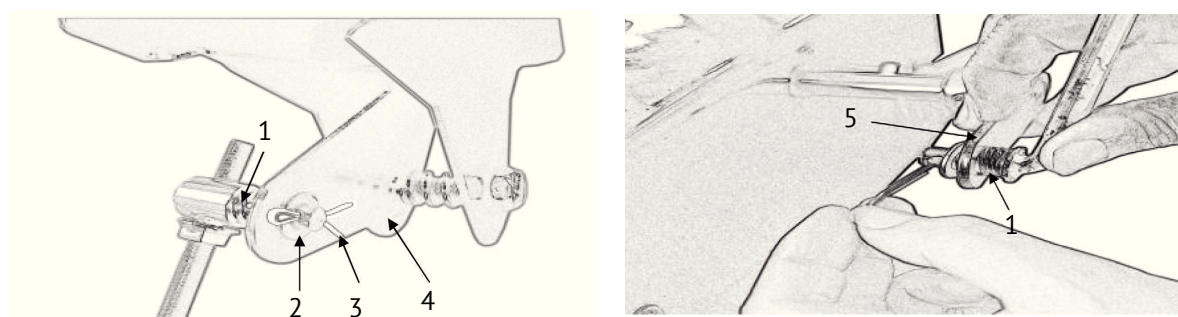

рис. 3
- вставьте верхний конец тяги рычага переключения передач в основание (рис.3 поз.4), между
- тягой и основанием не забудьте установить пружину (рис.3 поз.1);
- зафиксируйте верхний конец тяги с обратной стороны основания, с помощью шплинта, предварительно установив шайбу (рис.3 поз. 2,3);
- вставьте штифт в рычаг и тягу и зафиксируйте шплинтом (рис. 3);
- вставьте нижний конец тяги в отверстие нижней планки вала переключения передач (рис.3 поз.5), между тягой и планкой не забудьте установить пружину (рис.3 поз.1);
- зафиксируйте нижний конец тяги с обратной стороны планки, с помощью шплинта, предварительно установив шайбу (рис.3).